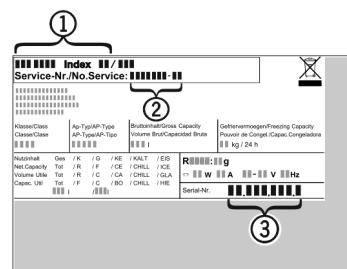

Fig. 9
- ▶ Gerätebezeichnung Fig. 9 (1), Service-Nr. Fig. 9 (2) und Serial-Nr. Fig. 9 (3) vom Typenschild ablesen. Das Typenschild befindet sich an der linken Geräteinnenseite.
- ▶ Den Kundendienst benachrichtigen und den Fehler, Gerätebezeichnung Fig. 9 (1), Service-Nr. Fig. 9 (2) und Serial-Nr. Fig. 9 (3) mitteilen.